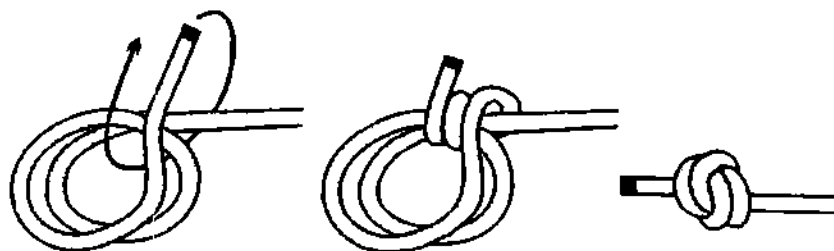

Рис. 84. Стопорный узел.
**Стопорный узел** – это всё тот же *простой узел*, но с дополнительной калышкой и двумя шлагами (рис. 84). Громоздкий размер узла позволяет надёжно фиксировать трос в больших по диаметру отверстиях. **Стопорный узел** не скользит и надёжно держит. После затягивания, как и *простой узел*, он очень тяжело развязывается. Чтобы узел легко развязывался после использования, шлага сильно обжимать не следует. Если диаметр отверстия, через который проходит верёвка, достаточно большой, то узел можно утроить или учетверить.